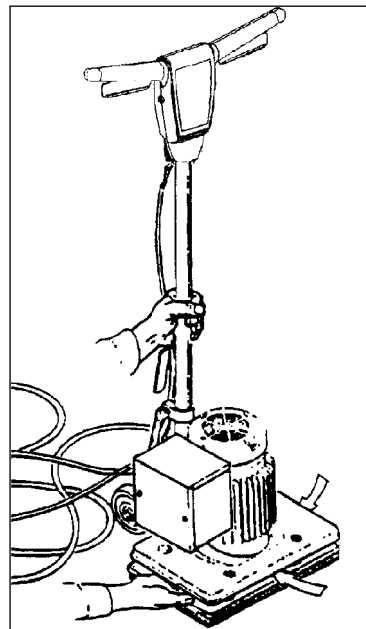

Рисунок 2
3. Возьмите машину за подъемные стороны и перенесите на грузовую площадку. Смотри рис. 2.